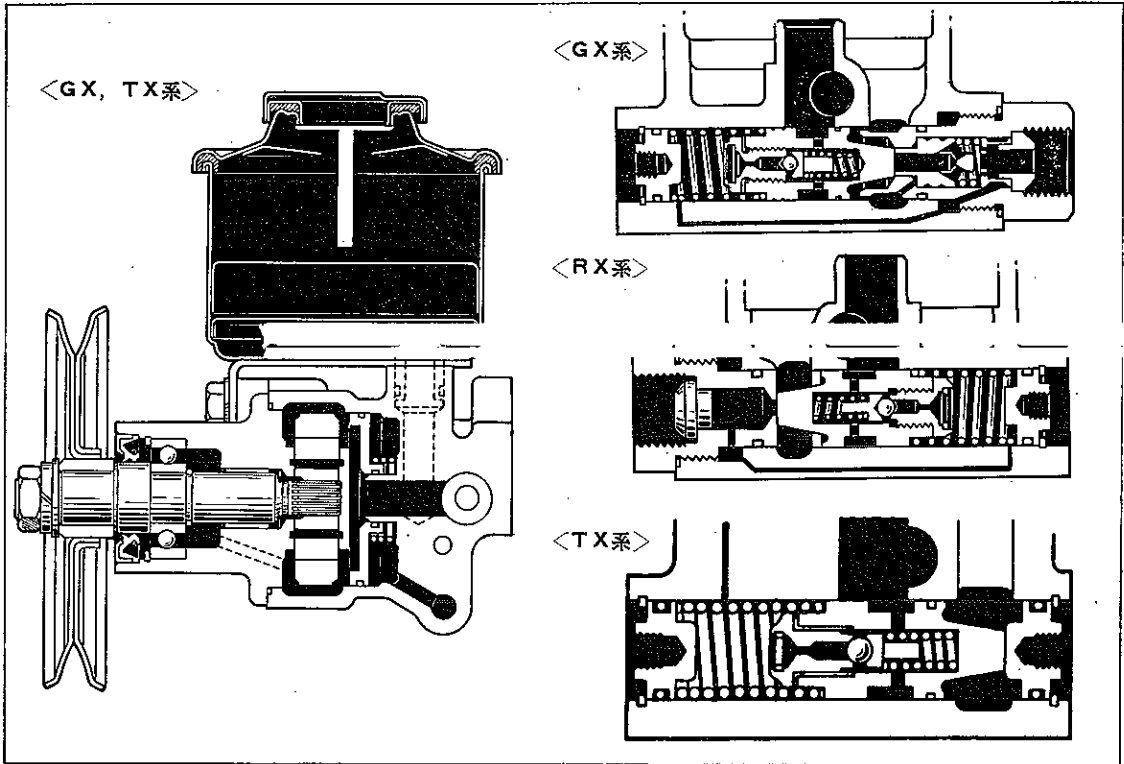

図6-6-7 ベーン ポンプ断面
4. フロー コントロール バルブの組み付け方向性を確認する。(図6-6-7参照)